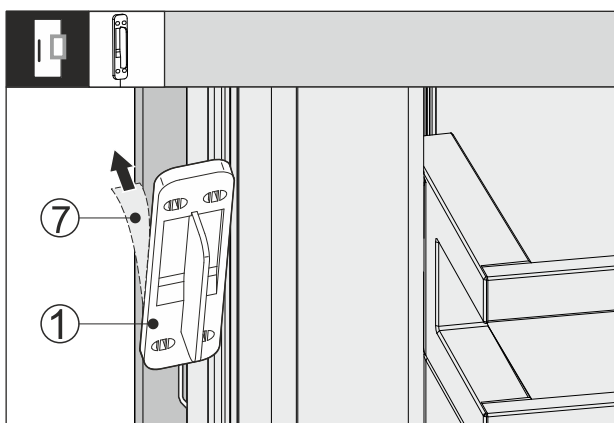

Fig. 66
- ▶ Снимите защитную пленку Fig. 66 (7) с задней стороны датчика стука Fig. 66 (1).